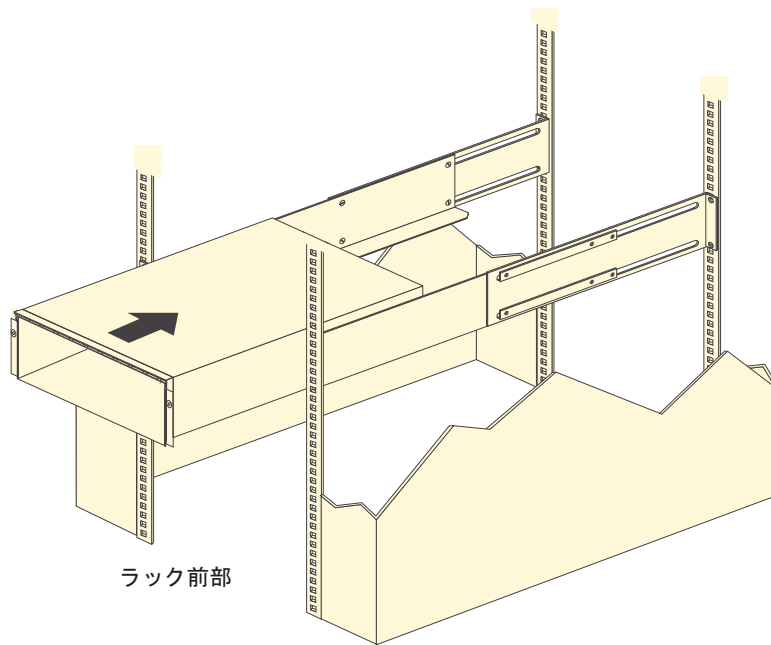

図 18. DS3950 の取り付け
- b. もう 1 人の手を借りて、ストレージ・サブシステムの後部をサポート・レールの上に乗せ、50 ページの図 18 に示すようにユニットをスライドさせてラックに入れます。